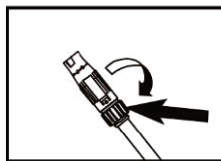

Рис.4
-Для установки низкого давления, поверните заднюю часть сопла против часовой стрелки (**Рис.4**)